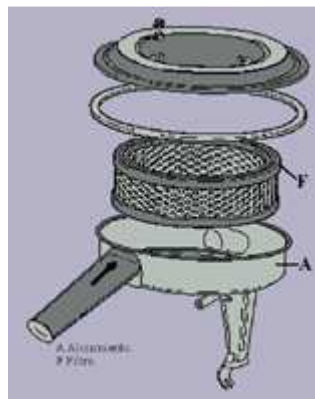

Fig. 6
*Filtro seco (fig. 6)*
Este filtro se monta en el mismo soporte que en el caso anterior de la (fig. 6) y es más efectivo que el anterior, pero presenta como inconveniente el mayor y más continuo mantenimiento. La limpieza se puede realizar con gas-oil y seguidamente, el secado, con aire comprimido o con otro medio.